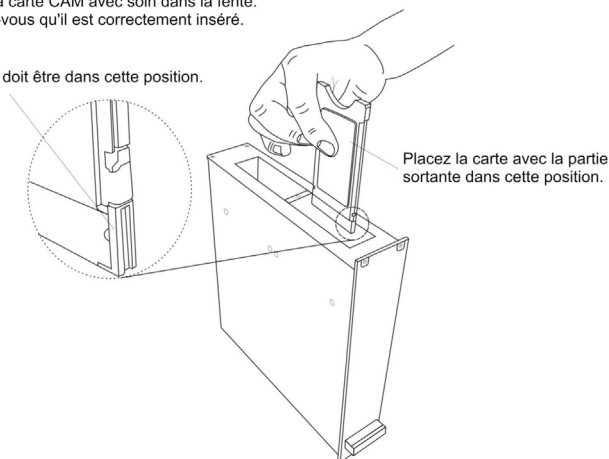

Figure 3 .-
- 3.- Loge la carte avec soin dans le slot **CAM** (Fig. 3.-), en vous assurant qu'elle est correctement insérée. Note que la carte a une position unique d'insertion. La guide au latérale de la carte détermine la position.